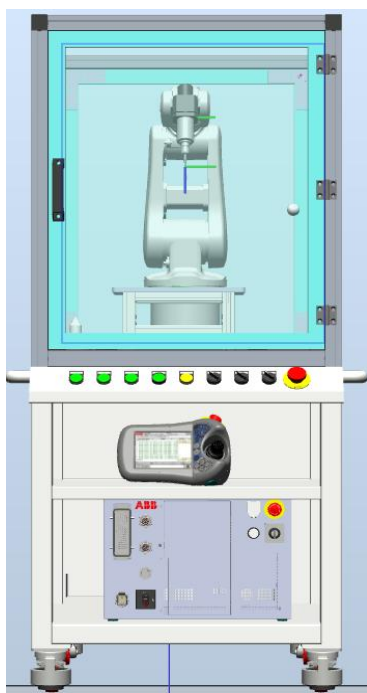

图 1 主视图
1. 使用仿真软件导出工作站，并根据任务要求选择合适型号（以考场仿真软件机型为准）的机器人，将本体（含底座）、配套的控制柜和示教器安装在工作台上，安装围栏做好防护措施，合理的选择工装夹具，并安装在机器人法兰盘上，工作站如图 1 至 4 所示，使其能可靠完成轨迹示教等工作任务。
2. 操作平台的布局须保证合理、无干涉，相关参数与图 1 至 4 所示的参数一致。